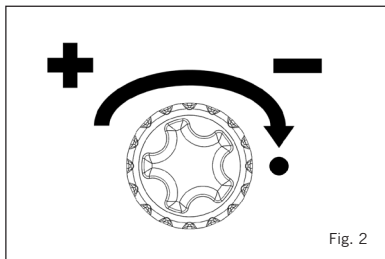

Fig. 2
- Ruotare il pomello dell'apparecchio Power Pak in senso antiorario per aumentare il flusso del gas (Fig. 2).